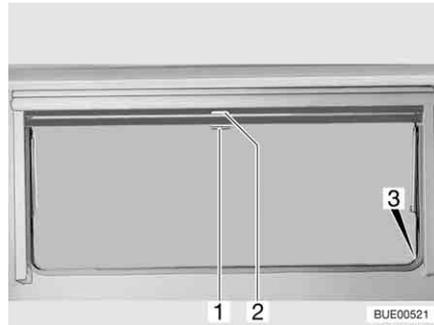

Fig. 61 Finestra apribile
- Tirare verso il basso l'oscurante a rullo accompagnandolo con la maniglia (Fig. 61,2). Quando si chiude completamente l'oscurante a rullo esso va agganciato da entrambi i lati al telaio della finestra nell'apposito elemento di fissaggio (Fig. 61,3).
- Quando l'oscurante a rullo è completamente chiuso: Spingere la maniglia (Fig. 61,2) verso il basso tirandola leggermente verso l'interno. Sganciare l'oscurante a rullo dagli elementi di fissaggio a destra e a sinistra del telaio della finestra.
- Quando l'oscurante a rullo si trova in posizione intermedia: Tirare la maniglia (Fig. 61,2) leggermente verso il basso finché l'elemento di fissaggio non si è sganciato.
- Tirare la maniglia (Fig. 61,1) della zanzariera a rullo verso il basso e agganciarla all'elemento di fissaggio (Fig. 61,3) su entrambi i lati del telaio della finestra.
- Spingere la maniglia (Fig. 61,1) verso il basso tirandola leggermente verso l'interno. Sganciare la zanzariera a rullo dagli elementi di fissaggio a destra e a sinistra del telaio della finestra.